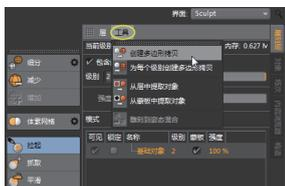

图 5-39
**08** 至此，雕刻建模部分完成。在雕刻层面板中选择“工具”|“创建多边形拷贝”命令，创建一个多边形的副本对象，如图 5-39 所示。